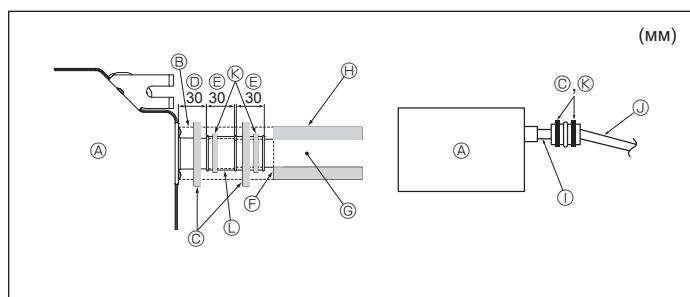

Fig. 3-5
- Подсоедините дренажное гнездо (в комплекте поставки) к дренажному отверстию. (Fig. 3-5)